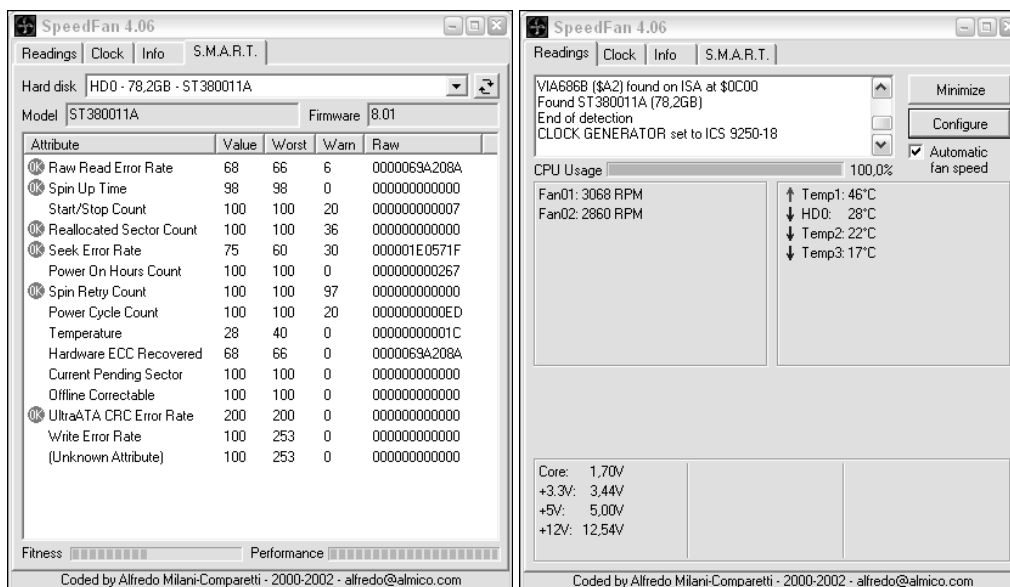

Рис. 3.3. Окна программы Speed Fan мониторинга тепловых режимов компьютера
- Специальное программное обеспечение мониторинга, поддерживаемое BIOS (рис. 3.3).